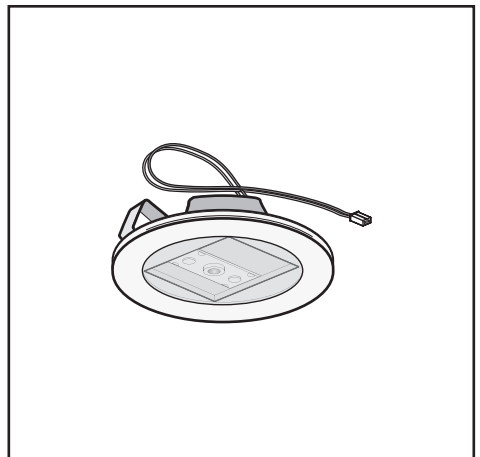

Fig.17
• Udskiftning af LED lamperne (Fig.17):